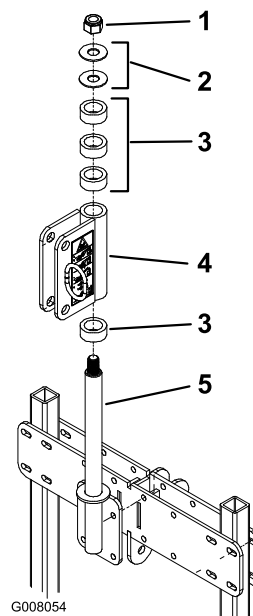

Figura 11
10. Inserire un distanziatore e l'attacco girevole sul gruppo perno (Figura 11).
11. Inserire 3 distanziatori e 2 rondelle sul gruppo perno. Fissare il gruppo con un dado di bloccaggio da 1 pollice (Figura 11).